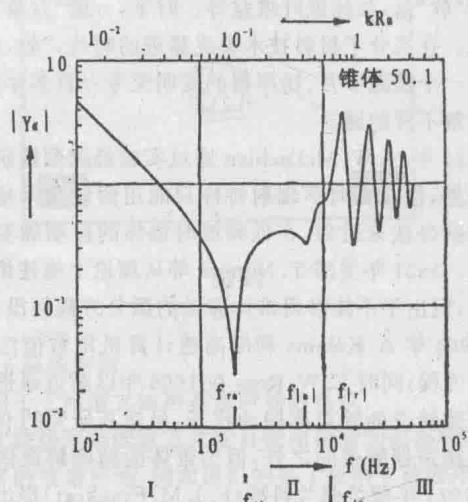

图4 (b)
区，弯曲波覆盖整个锥体；此后平均声压和功率响应随频率的增加而降低。通过图4(a)和(b)的轴向导纳 $|Y_a|$ (每单位力的速度)与内耗因子 δ (一般 δ 小则锥体刚性较高, 反之则大) 的比较可以看出柔性锥体具有以下特点: ①出现锥体分区的扬声器的带宽较刚性锥体或刚性活塞的为大, 故将锥体做得十分刚性是错误的。②总的来说柔性锥体的指向性图形要比刚性活塞的宽。同时锥体要优于平板, 对锥体而言, 弯曲波仅出现在 f_{α} 以上并且局限于锥体的外边部分; 受力较大的内边部分产生声辐射作用, 锥体显示一种有利的“延长的刚性活塞作用”, 锥体的面积随频率的升高而降低。③柔性锥体的功率响应的带宽比刚性锥体或刚性活塞的要大。这里的柔与刚是在极限条件下比较的, 与所论软和硬有所区别。